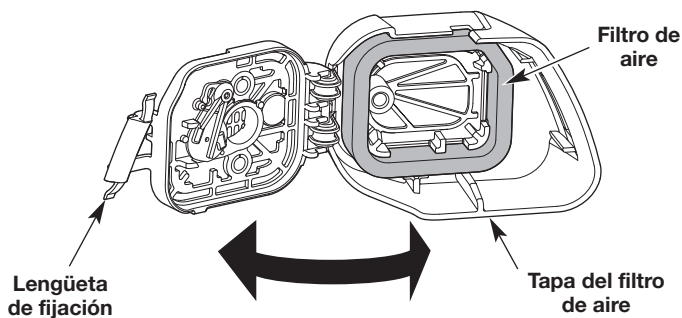

Fig. 22
1. Abra la cubierta del filtro de aire: oprima la lengüeta de fijación y gire la cubierta del filtro de aire hacia la derecha (Fig. 22).
2. Extraiga el filtro de aire del interior de la cubierta del filtro de aire (Fig. 22).
6. Reinstale el filtro de aire dentro de la cubierta del filtro de aire (Fig. 22).
7. Cierre la cubierta del filtro de aire: Gire la cubierta del filtro de aire hacia la izquierda y oprimala para cerrarla hasta que la lengüeta de fijación entra a presión en su lugar (Fig. 22).